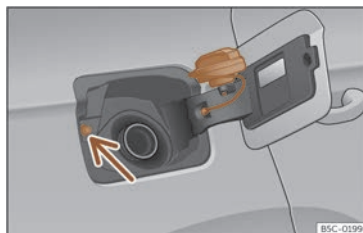

Fig. 213 Tapa del dipòsit amb el tap encaixat.
No toqueu el botó de bloqueig de la tapa de combustible » » **fig. 213** (fletxa). El sistema entendrà que heu acabat i no podreu seguir fent gasolina. Torneu a prémer la tecla  de la porta del conductor per continuar.
• Poseu-lo en l'espai que hi ha a la frontissa de la tapa oberta » » **fig. 213**.